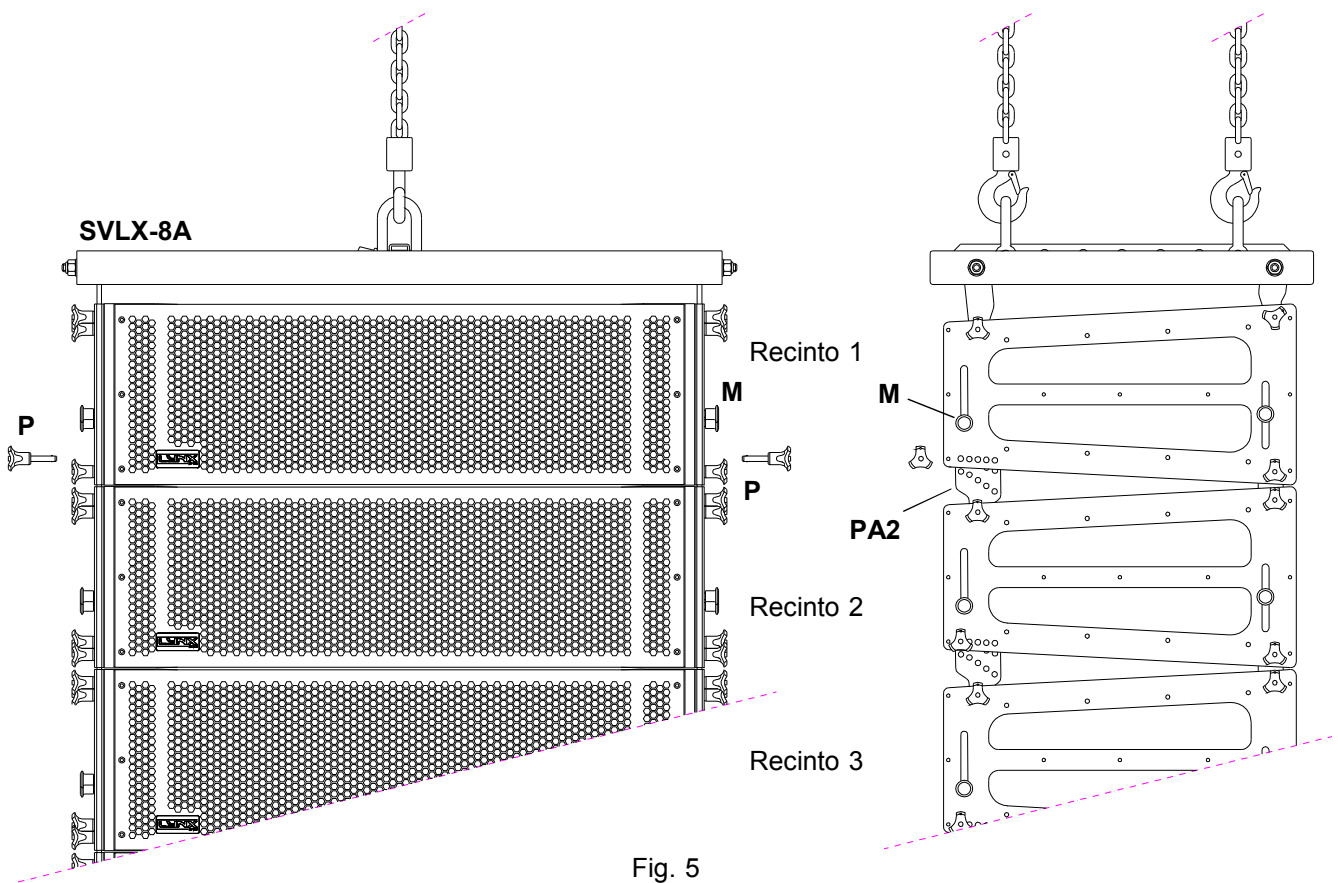

Fig. 5
4.8 - Una vez determinado el ángulo que formará cada uno de los siguientes recintos, subir ligeramente con el sistema de elevación, el soporte y el recinto acústico (1) de forma que puedan extraerse los pasadores **P** situados en la parte inferior trasera del recinto (1) fig. 5 y colocar la pieza de anclaje **PA2** mediante el pomo **M** de forma que pueda insertarse el pasador **P** de cada lado, en el orificio marcado con los grados determinados para el recinto (2).
4.9 - Once the angle is determined for each following cabinet lightly lift the support with the elevation system chosen so that you can remove the **P** pins located in the bottom of the cabinet (1) fig. 5 and fix the link **PA2** with the **M** handle so that the **P** pin can be inserted each side, in the hole indicated with the degrees necessary for the (2).